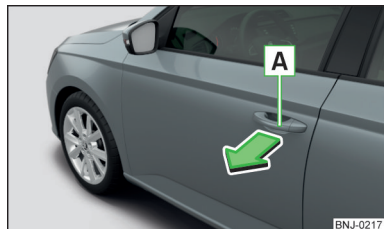

Bild 39
- » Dra dörrhandtaget  i pilens riktning » bild 39.